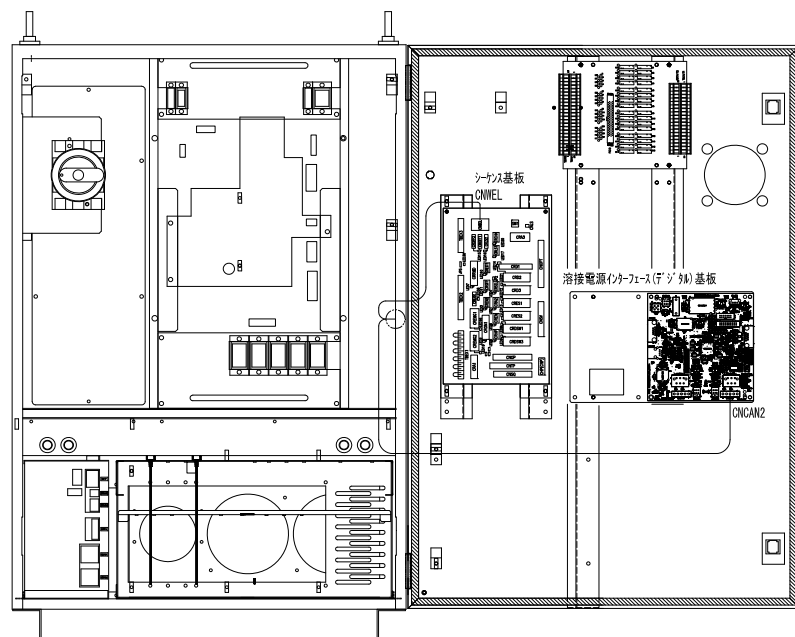

図 2.1.6 制御ケーブル5の接続（ケーブル配線とコネクタ接続）
- 4 ケーブルを図 2.1.6に示すように配線し、溶接電源インターフェース（デジタル）基板のCNCAN2とシーケンス基板のCNWELに接続します。